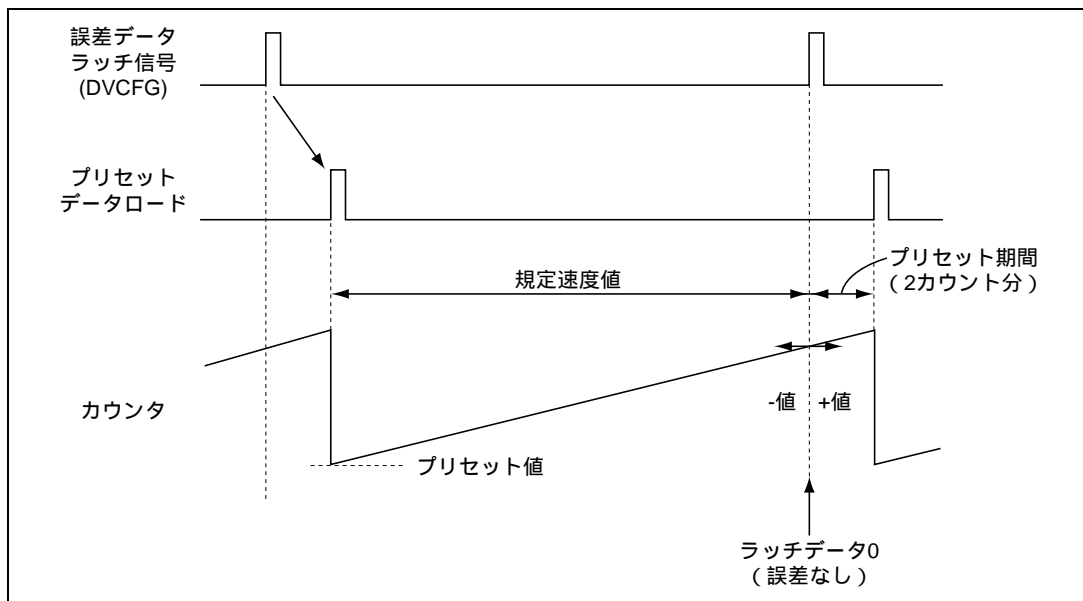

図 28.33 キャプスタン速度誤差検出の動作例
定数 2 はプリセット期間 (図 28.33 参照)
キャプスタン速度誤差検出回路は、CFG 規定速度プリセットデータレジスタ（CFPR）に設定された基準値をもとに速度誤差を検出します。CFPR に設定した基準値は DVCFG 信号によりカウンタにプリセットされ、選択されたクロックによりダウンカウントします。カウンタのプリセットおよび誤差データのラッチタイミングは、DVCFG 信号により行われます。「28.14.3 (2) DVCFG コントロールレジスタ（CDVC）」を参照してください。検出された誤差データはデジタルフィルタ回路に送られます。誤差データは符号付き2進数であり、速度誤差0（規定速度で回転）を中心に速度が規定速度よりも遅いときは正（+）の数、速いときは負（-）の数となります。図 28.33 にキャプスタン速度誤差検出の動作例を示します。